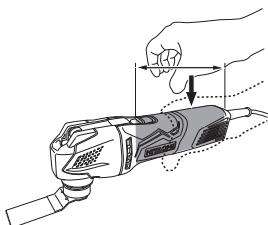

Fig. 1
- Siempre sujetela herramienta con firmeza con una mano en la carcasa (Fig. 1). No toque la parte de metal.